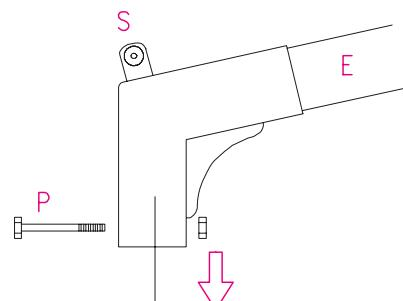

Fig. 3a
1. (Abb. 3a) Die schwenkbare Stange (E) in das Standrohr (D) stecken und die beiden Teile mit der Mutterschraube (P) befestigen.
**⚠ Die Mutterschraube (P) gut anziehen.**
**⚠ WICHTIG: Endteil (R) in schwenkbare Stange (E) stecken.**
4. Bei dem Zusammenbau des Standrohrs (D) mit dem Endteil (R) ist darauf zu achten, dass die Position des Druck-Knopfes d' wie (Abb. 3a)
- (fig 3a) introducir el tubo inclinado (E) en el tubo vertical (D) y bloquear las dos partes con el bulón (P).
**△ Cerrar con fuerza el bulón (P).**